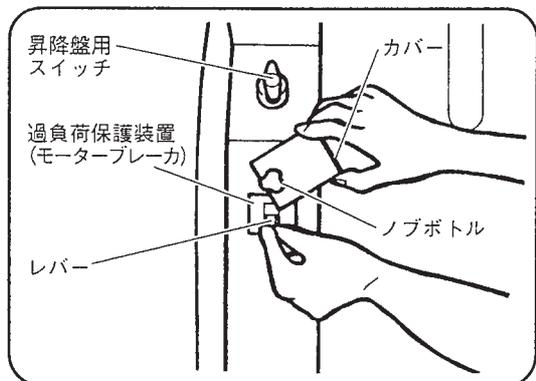

図 50
- (1) 過負荷保護装置(モーターブレーカ)が作動すると、のこ軸が停止します。
- (2) 昇降盤用スイッチを切ります。
- (3) ノブボルトをゆるめカバーを開きます。
- (4) 過負荷となる原因を取り除き、約1分後に過負荷保護装置(モーターブレーカ)のレバー持ち上げてください。(図 50)
- (5) 昇降盤用スイッチを「カタ」または「のこ刃」に選択して作業を再開してください。